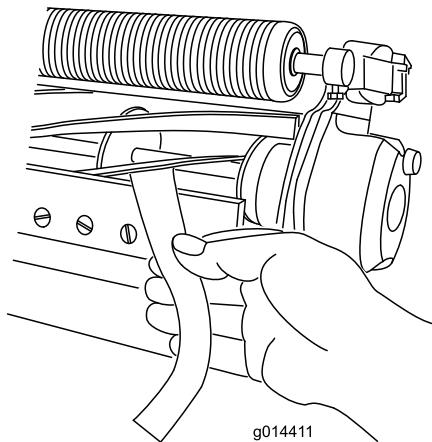

图5
3. 在滚刀的一端，将一长条报纸插入滚刀与底刀之间（图5）。在从前面插入报纸并与底刀保持平行时，缓
5. 完成调节后，检查从前面插入报纸时，滚刀是否能压紧报纸，以及在与底刀垂直插入时是否会切割报纸（图5）。